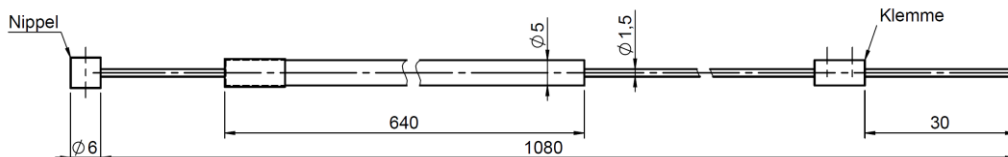

Abb. 9
- Neuen Bowdenzug (11) (s. Abb. 9) von oben (Handhebelgriff) in die Handführstange einfädeln